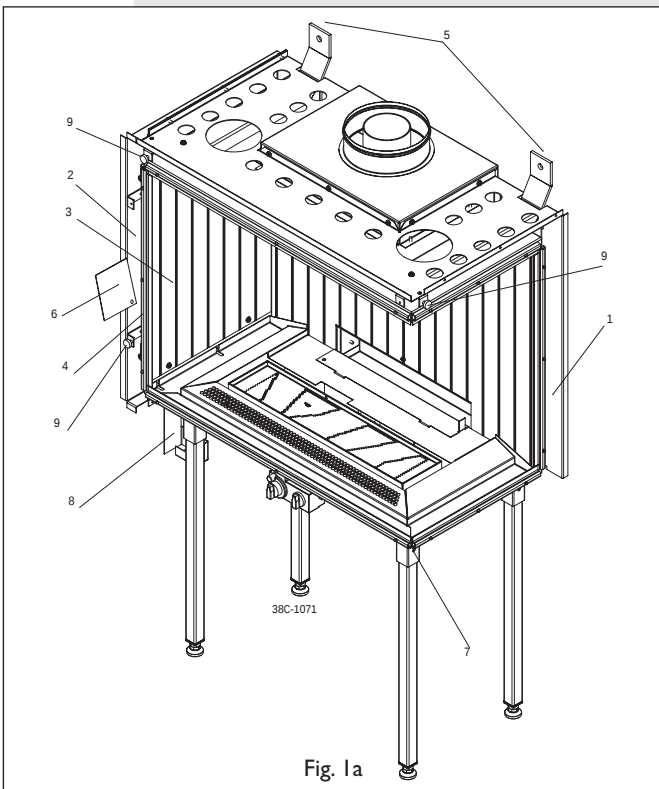

Fig. 1a
- Die Abdeckplatte an der hinteren Seite in der linken Ecke, (2).
- Das Dammwandprofil an der linken Seite, (3).
- Das Seitenstück links von der Verbrennungskammer, (4).
- Das Seitenteil rechts von der Verbrennungskammer, (4).
- Das Dammwandprofil an der rechten Seite, (3).
- Die Abdeckplatte hintere Seite in die rechte Ecke, (2).
- Die Abdeckplatte hinten an die linke Seite, (1).
- Montieren Sie den Behälter für den Empfänger (8) an die Abdeckplatte hinten/Seite (2), siehe Fig. 1a und c.